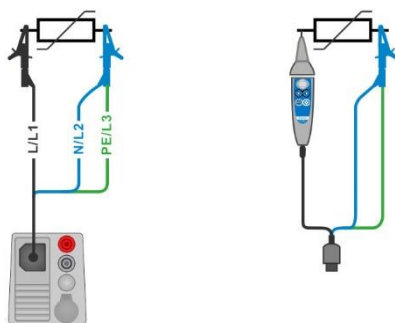

Abbildung 7.14: Anschluss des 3-adriger Prüfleiters und der Commander-Prüfspitze
- › Schließen Sie die Prüflleitungen am Prüfobjekt an (siehe **Abbildung 7.14**).